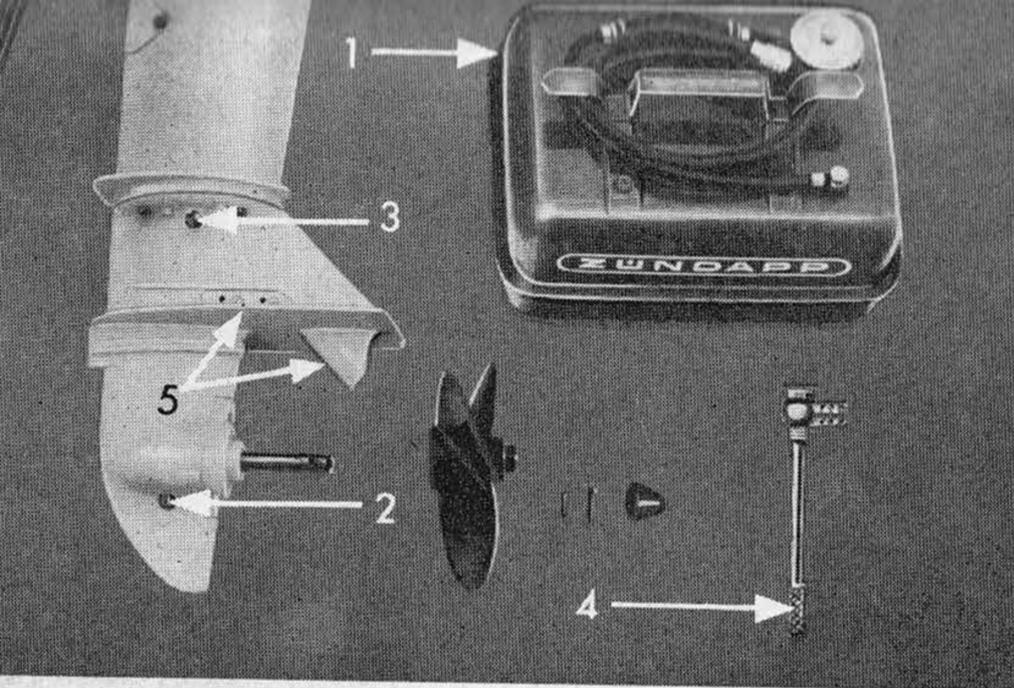

Bild 1
(s. Bild 1)
**Öl verlangt auch das Getriebe** (s. Bild 1)
Schaftes (s. Bild 1/5) angesaugt und unter Druck durch den Kühlmantel von Zylinderkopf und Zylinder über die Auspuffkammer wieder ins Freie zurückgeschickt. **Mit einem Blick auf den Kühlwasseraustritt (9/6) kann man sich überzeugen, ob der Kühlwasserumlauf funktioniert und hier Wasser austritt. Außerdem ist darauf zu achten, daß die hinter der Schraube (7/5) befindliche Bohrung frei ist.** Für stets gleichbleibende Temperatur des Motors sorgt ein Thermostat (8/3), der auf Grund seiner besonders wichtigen Funktion zu überprüfen ist. **Es ist zu beachten, daß aus dem Rohr (9/4) vom Thermostat und aus dem Kühlwasseraustritt (9/6) immer Wasser austritt.** Die Wassermenge ist von der Motorbelastung (Temperatur) abhängig (kalt weniger, warm mehr).